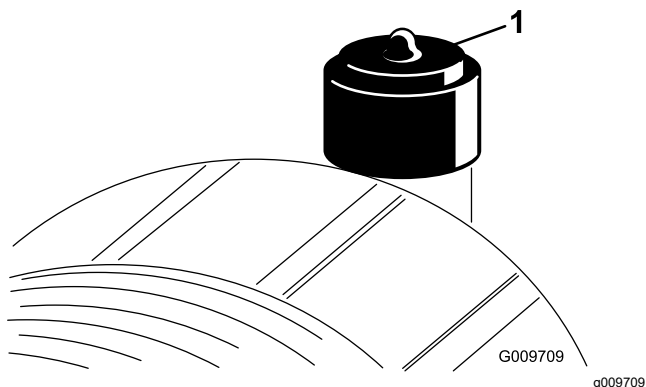

Рисунок 52
Элемент воздухоочистителя следует обслуживать только при соответствующем показании индикатора засорения (**Рисунок 52**). Более частая замена элемента воздухоочистителя (без необходимости) ведет лишь к повышению вероятности попадания грязи в двигатель при снятии элемента.
2. Сбросьте индикатор засорения (**Рисунок 52**), если он стал красным.